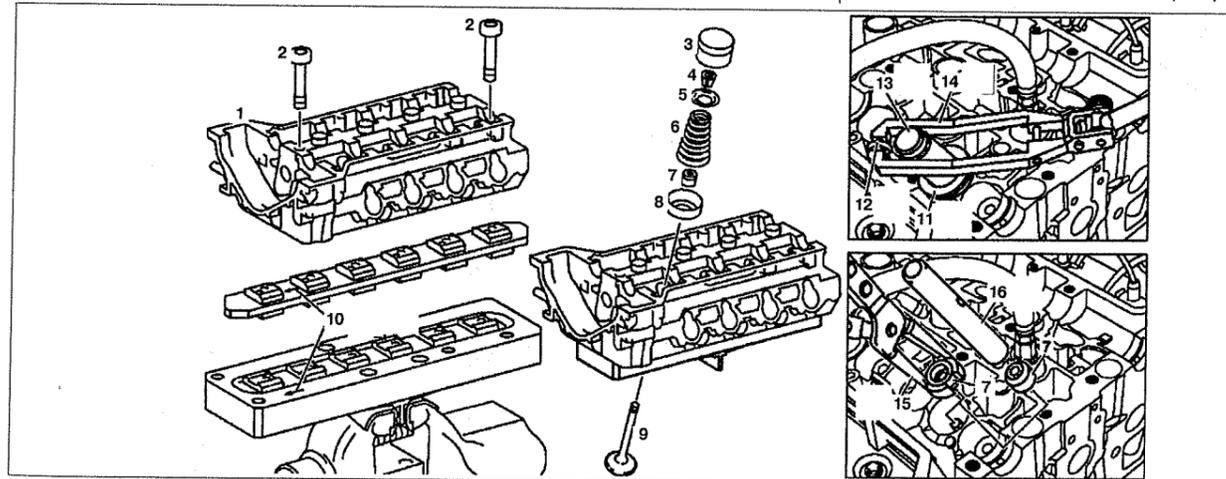

Рис. 2.47. Снятие и установка клапанов:
3. Снимите головку блока цилиндров (открутив болты крепления) и установите ее на опорную поверхность (см.рис.2.47). Установите головку блока цилиндров стрелкой вперед и внутренней стороной на